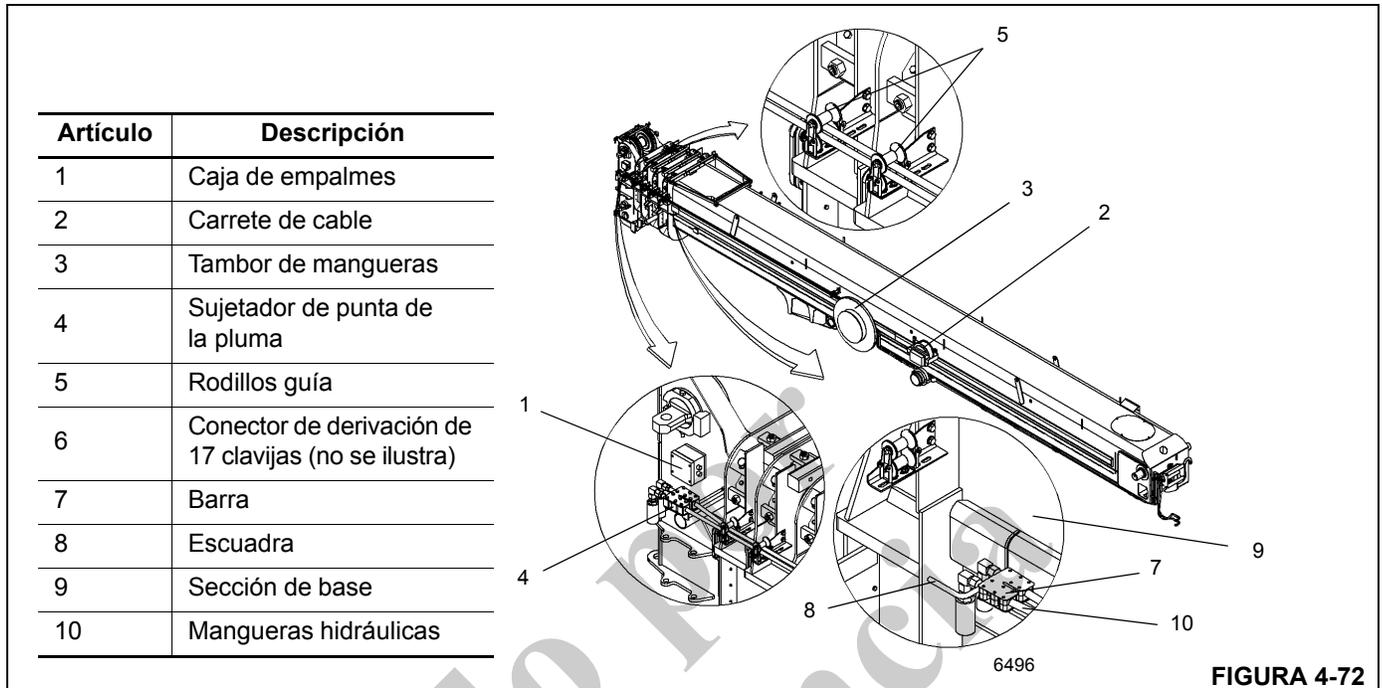

FIGURA 4-72
Si la pluma principal se utiliza por períodos prolongados, la conexión hidráulica entre el tambor de mangueras y la pluma principal debe desconectarse. Esto evita el enrollado y desenrollado innecesarios de la manguera (Figura 4-72)
1. Retire el enchufe de derivación de 17 clavijas de la caja de empalmes eléctricos en la punta de la pluma (Figura 4-72).